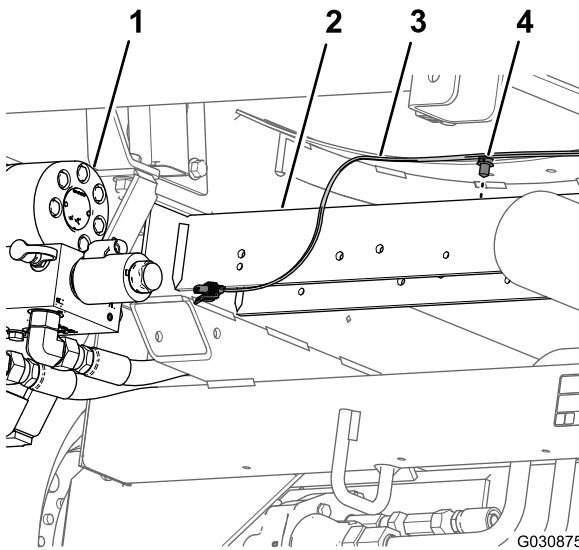

图26
6. 拆下将后线束 图26 固定到后十字管液压驱动马达的后部中的孔的推进式紧固件。